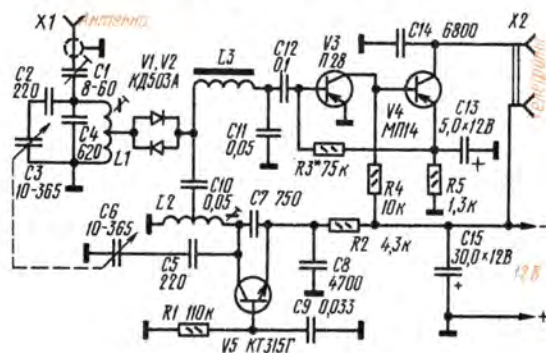

Рис. 1
**П**ринципиальная схема приемника для работы в диапазоне 80 м приведена на рис. 1. Сигнал из антенны через конденсатор связи  $C1$  поступает на входной контур  $L1C2C3C4$  и далее на смеситель, выполненный на двух включенных встречно-параллельно кремниевых диодах  $V1, V2$ . Нагрузкой смесителя служит П-образный фильтр нижних частот  $L3C10C11$  с частотой среза 3 кГц. Напряжение гетеродина подается на смеситель через первый конденсатор фильтра  $C10$ .
Диоды относятся к числу простейших полупроводниковых приборов. Их основой является так называемый  $p-n$ -переход — полученный особым образом контакт полупроводников с разными типами электропроводности: электронной  $n$  (переносчики зарядов электроны) и дырочной  $p$  (в роли переносчиков зарядов выступают атомы с утраченными электронами, так называемые дырки). Главное свойство  $p-n$ -перехода — односторонняя проводимость (от области  $p$  к области  $n$ ). Поэтому полупроводниковые диоды широко используют для выпрямления переменного тока, детектирования модулированных сигналов и т. д. На схемах их обозначают символом (рис. 1), сохранившимся фактически с времен первых радиоприемников. Треугольник в этом обозначении символизирует анод, а короткая черточка — катод диода; вершина треугольника, обращенная к черточке, указывает направление наибольшей проводимости. Условное буквенное обозначение полупроводниковых диодов — латинская буква  $V$ .